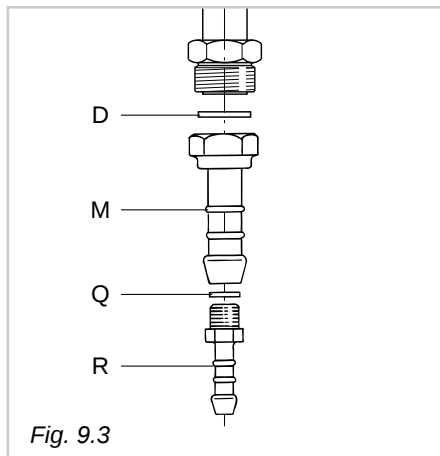
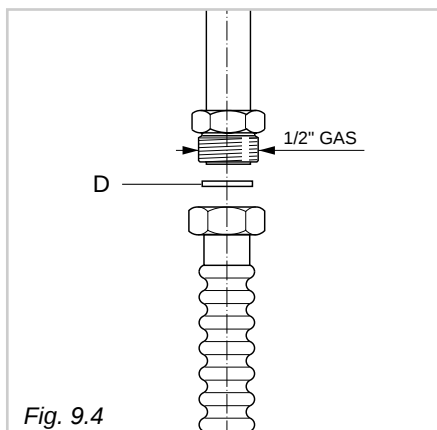

Fig. 9.3
Fig. 9.4
Il gruppo di raccordo (fig. 9.3) si compone di:
- Montare il raccordo portagomma “M” interponendo la guarnizione di tenuta “D” (fig. 9.3).
- Montare la riduzione “R” con interposta la guarnizione “Q” (fig. 9.3).
Per effettuare il collegamento gas è necessario togliere il portagomma "M" (fig. 9.3) ed avvitare direttamente sulla rampa il terminale del tubo metallico interponendo la guarnizione "D" (fig. 9.4).
Le guarnizioni D e Q (fig. 9.3) sono gli elementi che garantiscono la tenuta della connessione raccordo-rampa.